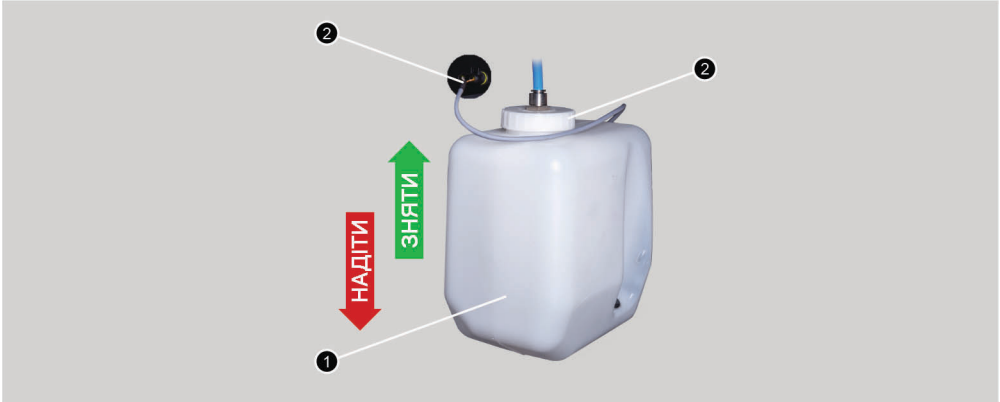

Рисунок 36. Зняття бачка для збору конденсату:
3. Відкрутіть кришку бачка поз.3 рис. 36.
4. Від'єднайте роз'єм датчика рівня конденсату поз. 2 рис. 36.